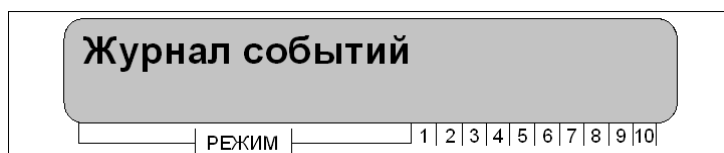

Рисунок 12 – Пункт меню «Журнал событий»
- на ЖК-дисплее отобразится пункт меню «Журнал событий», рисунок 12;